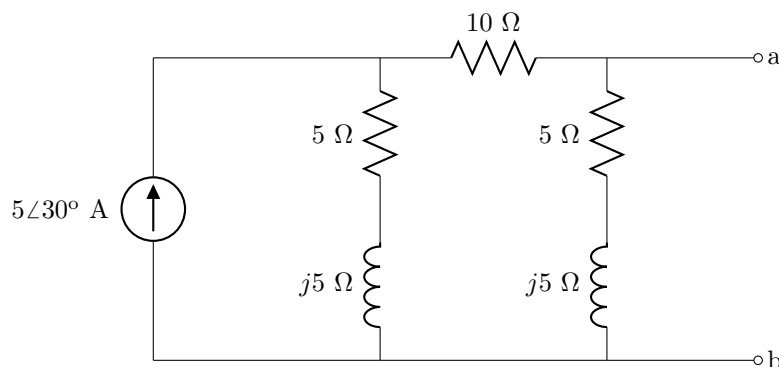

Figura 5.8: Circuito del problema 15.
15. Halla los circuitos equivalentes Thevenin y Norton entre los terminales a y b del circuito de la figura 5.8. ¿Qué impedancia conectada entre esos terminales absorbería la máxima potencia? ¿Cuál sería el valor de dicha potencia?